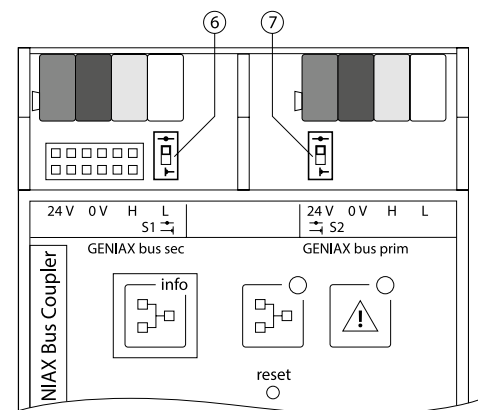

Fig. 14-6: Terminierungsschalter GeniAx BUS Koppler
Der GeniAx BUS Koppler verfügt sowohl eingangs- als auch ausgangsseitig über je einen BUS-Abschlusswiderstand von 120 Ω. Diese können über die Terminierungsschalter (6) bzw. (7) aktiviert werden (siehe Fig. 14-6).
- BUS-Abschlusswiderstand ausgangs-(sekundär-)seitig aktivieren: Terminierungsschalter (6) in Stellung schalten.
- BUS-Abschlusswiderstand eingangs-(primär-)seitig aktivieren: Terminierungsschalter (7) in Stellung schalten.